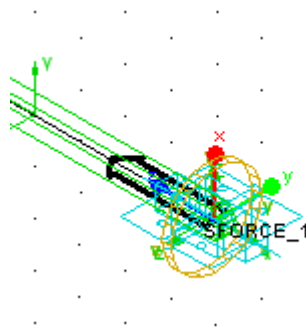

Рис. 34
- 3) Создать силу и приложить ее к ползуну. Для этого на главной панели инструментов **main tool box** правой кнопкой мыши нажать на значке , который раскрывает панель сил, и в раскрывшемся меню выбрать значок силы . Затем нажать левой кнопкой мыши на ползуне, потом ещё раз в центре ползуна и указываем положительное направление действия силы (которое обозначается на экране белой стрелкой). Признаком того, что сила успешно создана является стрелка красного цвета (рис. 34), которую лучше видно в режиме изометрического просмотра (См. пункт «Средства создания модели»).